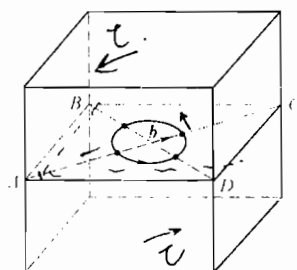

图 40-2 第三题第 3 小题图
3. 如图 40-2 所示的晶体中, $ABCD$ 滑移面中央有一个位错环, 位错线方向为逆时针方向, 其柏氏矢量 b 平行于 AC 。